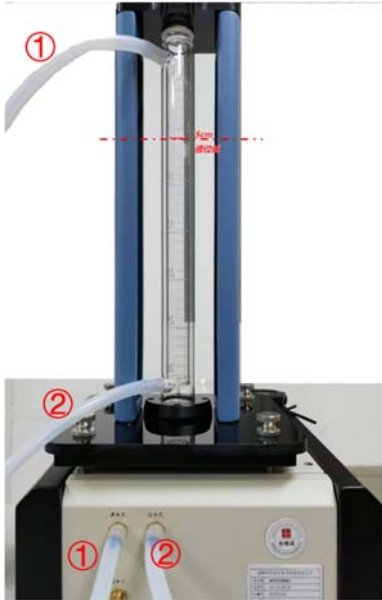

图 8 水管连接图
3、检查 PID 仪器前面的水位，如低于最低水位，利用漏斗将水箱水加到适当值，不得高于最高水位。检查样品管中蓖麻油，如液位线读数>5cm（如图 8），报告老师添加。